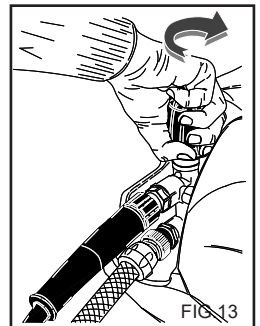

FIG.13
Dit hoofdstuk betreft alleen de modellen die voorzien zijn van een "drukregelaar". Deze drukregelaar, Fig. 13, maakt het mogelijk tijdens het werk de druk te regelen. Door de handgreep C tegen de klok in (B) te draaien (minimum) wordt de bedrijfsdruk verlaagd.